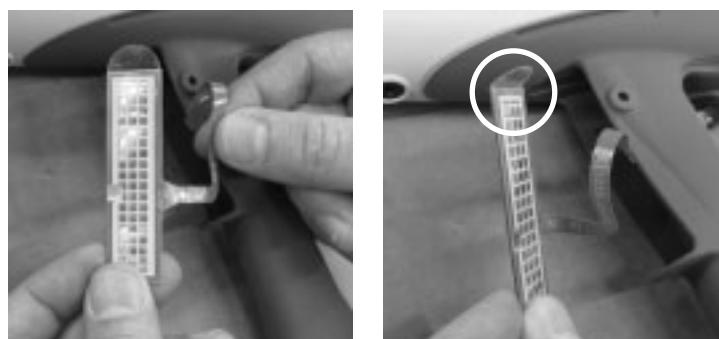

Abbildung 6-10 Installation des Auslöserschalters – Schritt 3
3. Siehe Abbildung 6-10. Das Flachbandkabel gerade richten und dann die Zuglasche oben am Schalter so biegen, dass sie in einem rechten Winkel zum Schalter steht.